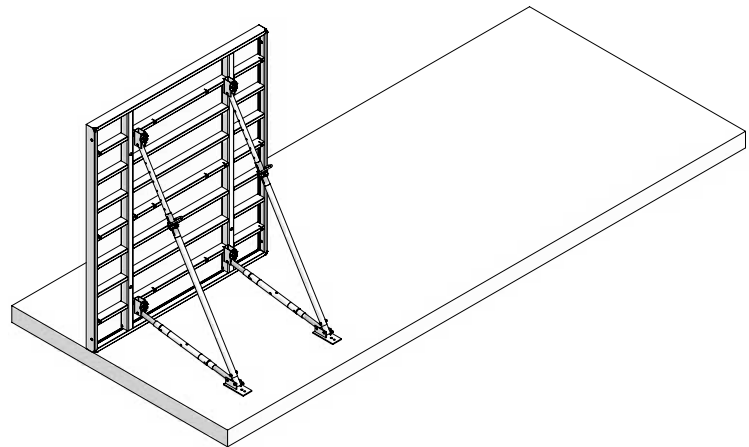

Fig. 69.1
2. Colocar el primer panel y fijarlo de inmediato con 2 marcos de alineación (Fig. 69.1). Fijar la placas de base firmemente con 2 clavos de tierra cuando están posadas directamente al suelo o con 2 pernos de trabajo pesado si se fijan a un fundamento.